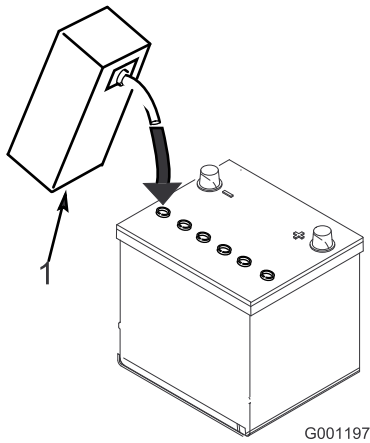

図 10
3. 各セルの電極板が液面下 6 mm程度に水没するまで、電解液を慎重に入れる 図 10。
注 必要に応じて、電極板が 6mm 程度水没するぐらいに電解液を補充する 図 10。